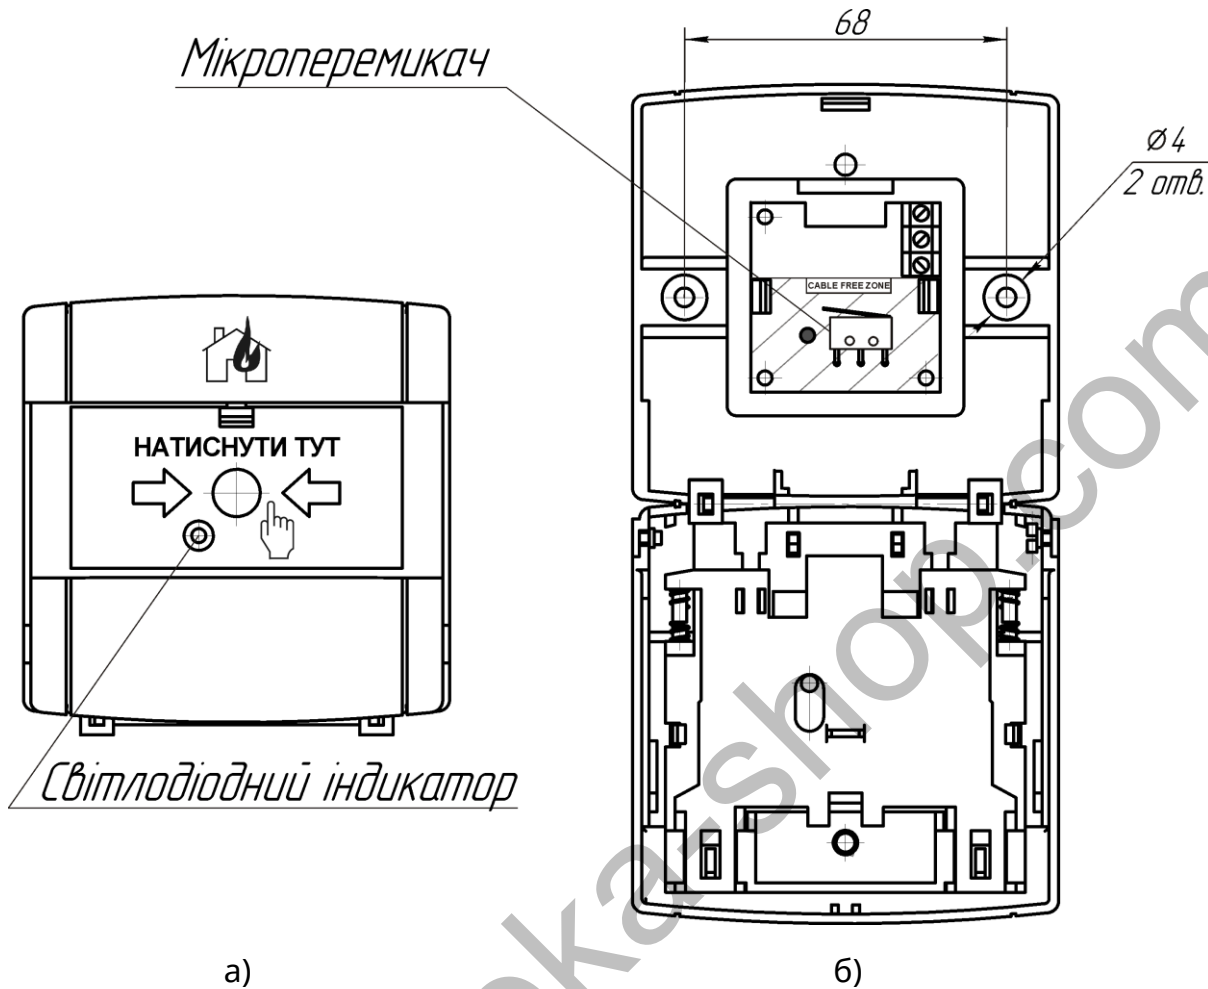

Рисунок 1 - Зовнішній вигляд (а) та внутрішня компоновка (б) сповіщувачів
3.1 Для монтажу сповіщувачів необхідно відкрити сповіщувач натисканням ключа на заціпку у верхній частині сповіщувачів, протягнути проводи всередину сповіщувача і закріпити його на стіні приміщення за допомогою дюбелів та гвинтів (див. рис. 1). Підключення сповіщувачів проводиться згідно схеми наведеної на рисунку 2. Рекомендований переріз проводів від 0,28 до 1,0 мм².